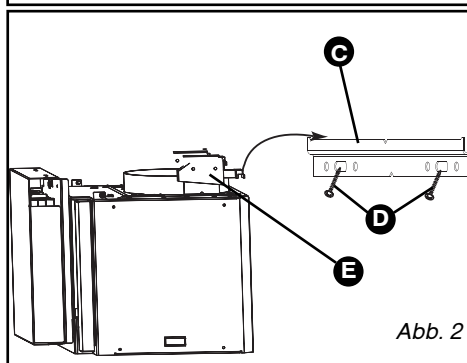

Abb. 2
– Höhe und Waagrechte mit den Stellschrauben (E/Abb. 2) der Aufhängungen justieren (die obere Schraube für die Waagrechte, die untere Schraube für die Auflage an der Wand).